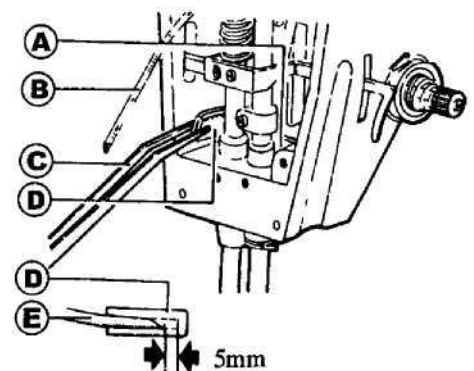

Рис.42.
(рис. 42)
- Способ установки и удаления: а Откройте фронтальную пластину, выньте масляный фетр (D);
- c. Вставьте обратную масляную трубку (B) в новый фетр (D), убедитесь, что входное отверстие трубки находится на расстоянии 5 мм от фетра (D), как показано на рис. 42;